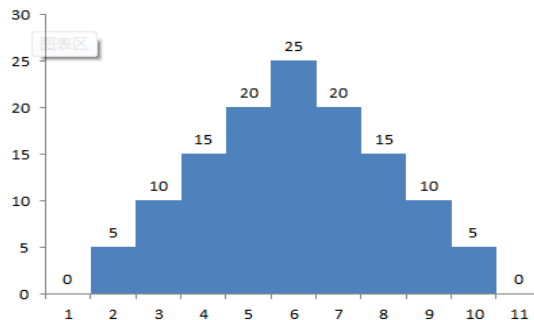

图 3-23 正常型
(1) 正常型：特点是中间高、两边低、左右基本对称。这是数据服从正态分布的特征，也是大多数产品质量特性所具有的图形特点是中间高、两边低、左右基本对称。如下图 3-23 所示。